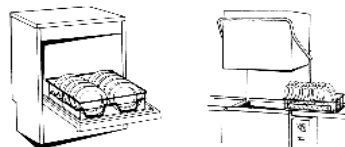

Fig.37
- 5- Ingrese la cesta de vajilla como se muestra. Para los modelos bajo encimera cargue la cara frontal del rack. Para los modelos con Capota cargar el rack delante o al lado (si es necesario a su vez el soporte de la cesta). (Fig. 37)